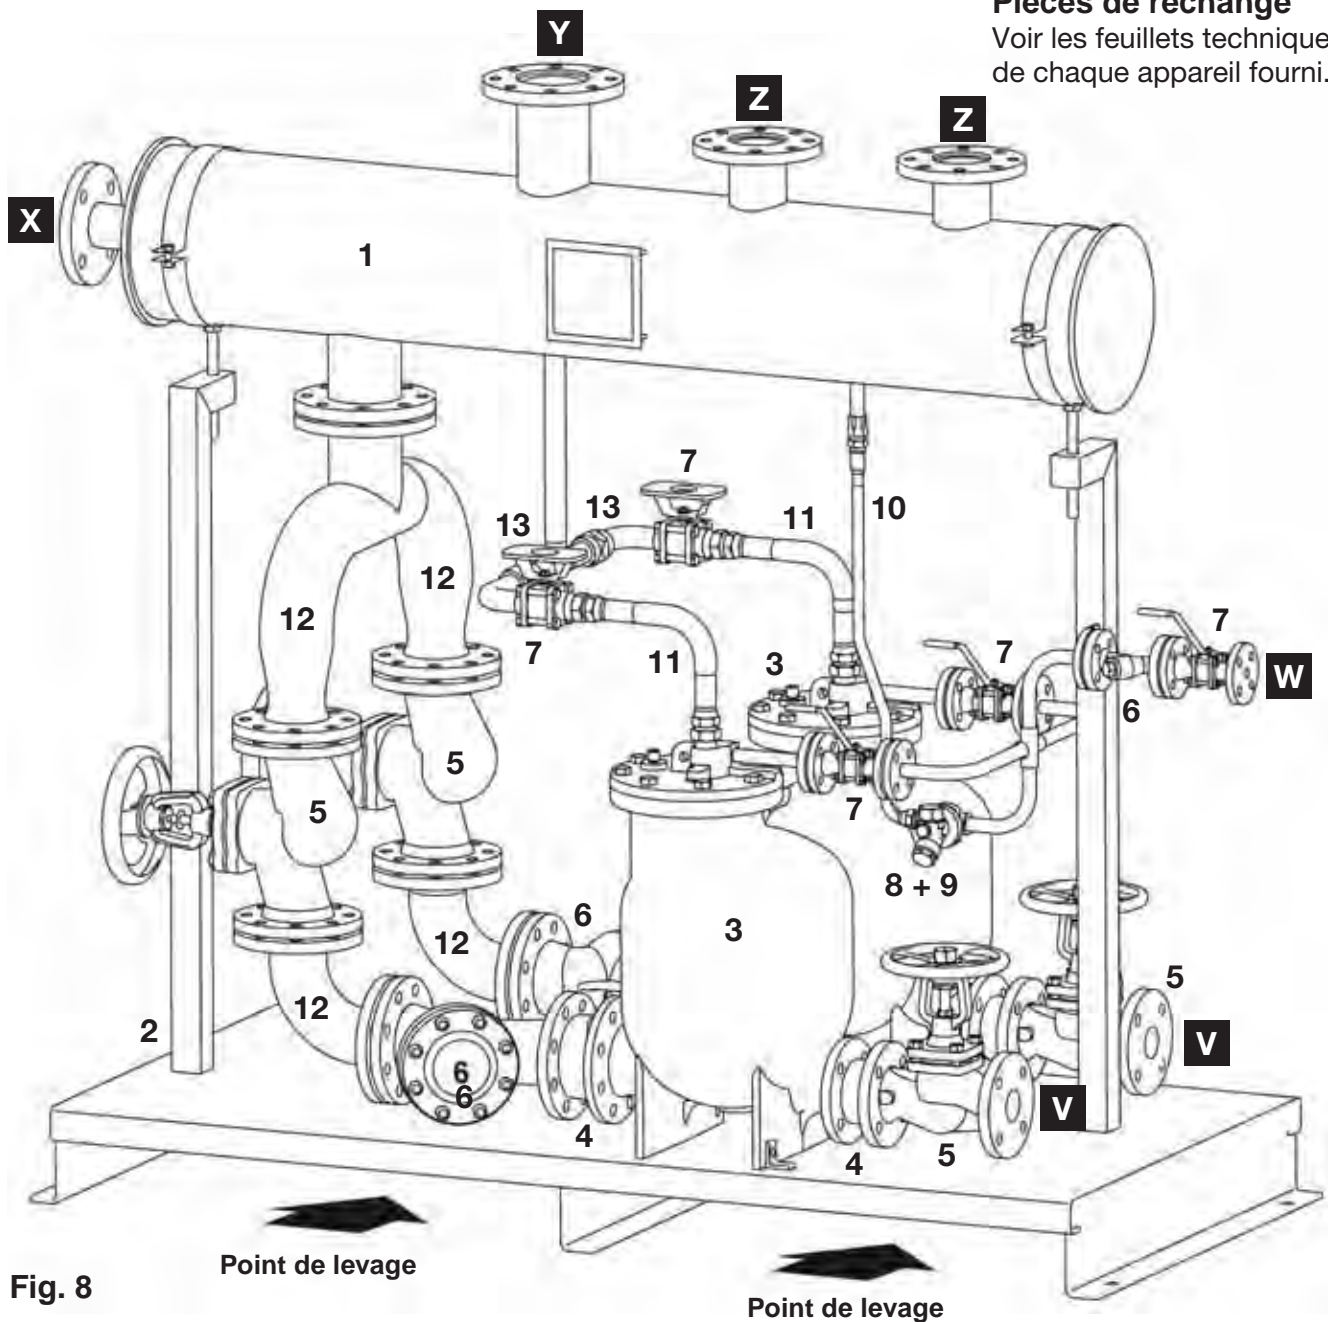

Fig. 8
Note importante : repérer les points de levage comme indiqués sur la Fig. 8.
2. Raccorder la sortie condensat (V) de la MFP14-PPU au réseau de retour condensat (voir Fig. 8).
3. Raccorder les entrées condensat (Z) au process/équipement à purger.
4. Raccorder un siphon en forme de 'U' au point (X) pour permettre la création d'un joint d'eau, et s'assurer que l'évacuation soit dirigée vers un lieu sécurisé. Avant la mise en service de la MFP14-PPU, s'assurer qu'une quantité d'eau appropriée est présente dans le siphon pour créer un joint d'eau. En fonctionnement normal, la garde hydraulique dans le siphon est auto-alimentée et évite une évacuation de la vapeur de revaporisation par le trop plein. La profondeur du siphon doit être au moins de 305 mm.